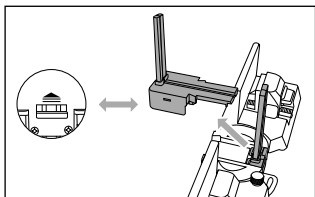

Fig. 7
- ◆ Sujete el producto con la parte superior orientada hacia arriba y presione la palanca de bloqueo **11** en la dirección marcada por la flecha para desmontar el elemento guía para el corte B **10** (consulte la fig. 7).
- ◆ Desmonte el elemento guía para el corte A **9** (consulte la fig. 7).